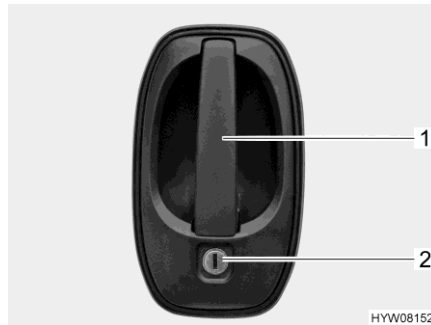

Bild 35 Tüschloss (Fahrertür/Eingangstür außen)
- Schlüssel in Schließzylinder (Bild 35,2) stecken und drehen, bis das Tüschloss entriegelt ist.
- Am Türgriff (Bild 35,1) ziehen. Die Tür ist geöffnet.
- Schlüssel in Schließzylinder (Bild 35,2) stecken und drehen, bis das Tüschloss verriegelt ist.